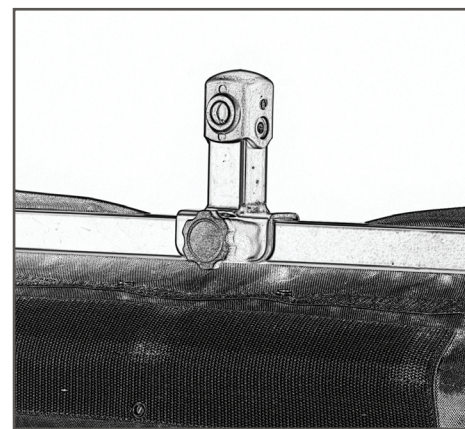

図32
5. ねじ込み定着ノブをブラケットの底部の穴に挿入してしっかりと締めます(図32)。